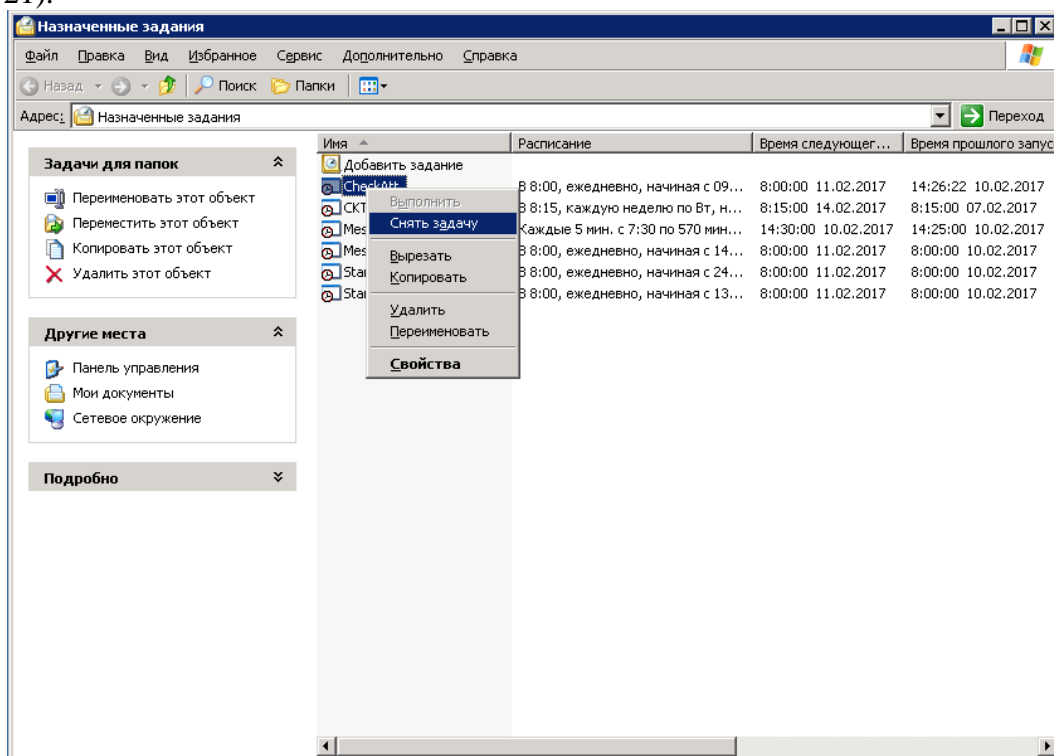

Рис. 21
- 1) Открыть окно **Назначенные задания**. Выбрать задание с именем **CheckAtt**. Если задание находится в процессе выполнения, то правой кнопкой мыши раскрыть меню и нажать **Снять задачу** (рис. 21).